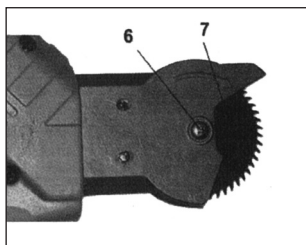

Abb. 1
1. Die Schraube 6 (siehe Abb. 1) am Schneidkopf mit einem Kreuzschlitzschraubendreher heraus-schrauben und die Abdeckung vom Schneidkopf abnehmen.
2. Das verschlissene Ersatzsägeblatt 7 (siehe Abb. 1+2) von der Führung abnehmen und das neue Ersatzsägeblatt einsetzen.
3. Jetzt die Abdeckung wieder auflegen und mit der Schraube 6 (siehe Abb. 1) wieder festschrauben.